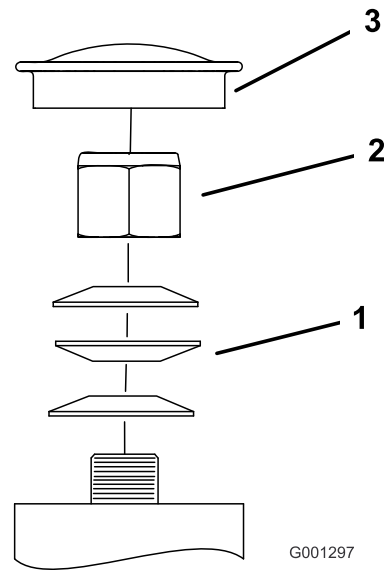

Figura 59
3. Retire el tapón anti-polvo de la rueda giratoria y apriete la contratuerca (Figura 59).
4. Apriete la contratuerca hasta que las arandelas de muelle estén planas, luego afloje 1/4 de vuelta para establecer la pre-carga correcta de los cojinetes ().Figura 59
Importante: Asegúrese de que las arandelas de muelle están correctamente instaladas, según se muestra en Figura 59.
5. Coloque el tapón anti-polvo (Figura 59).